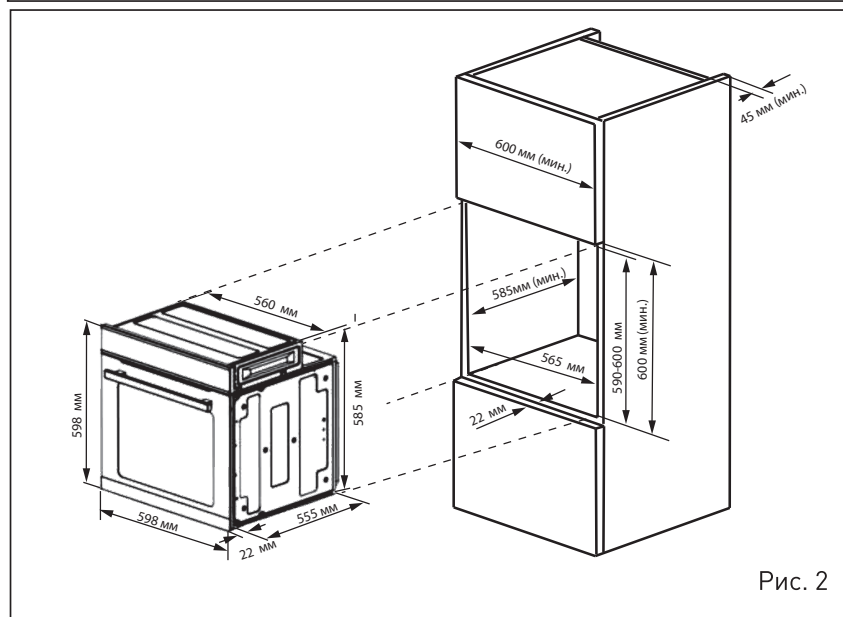

Рис. 2
3. Снимите переднюю часть решетки со стенки и извлеките решетку из духового шкафа (Рис.2).